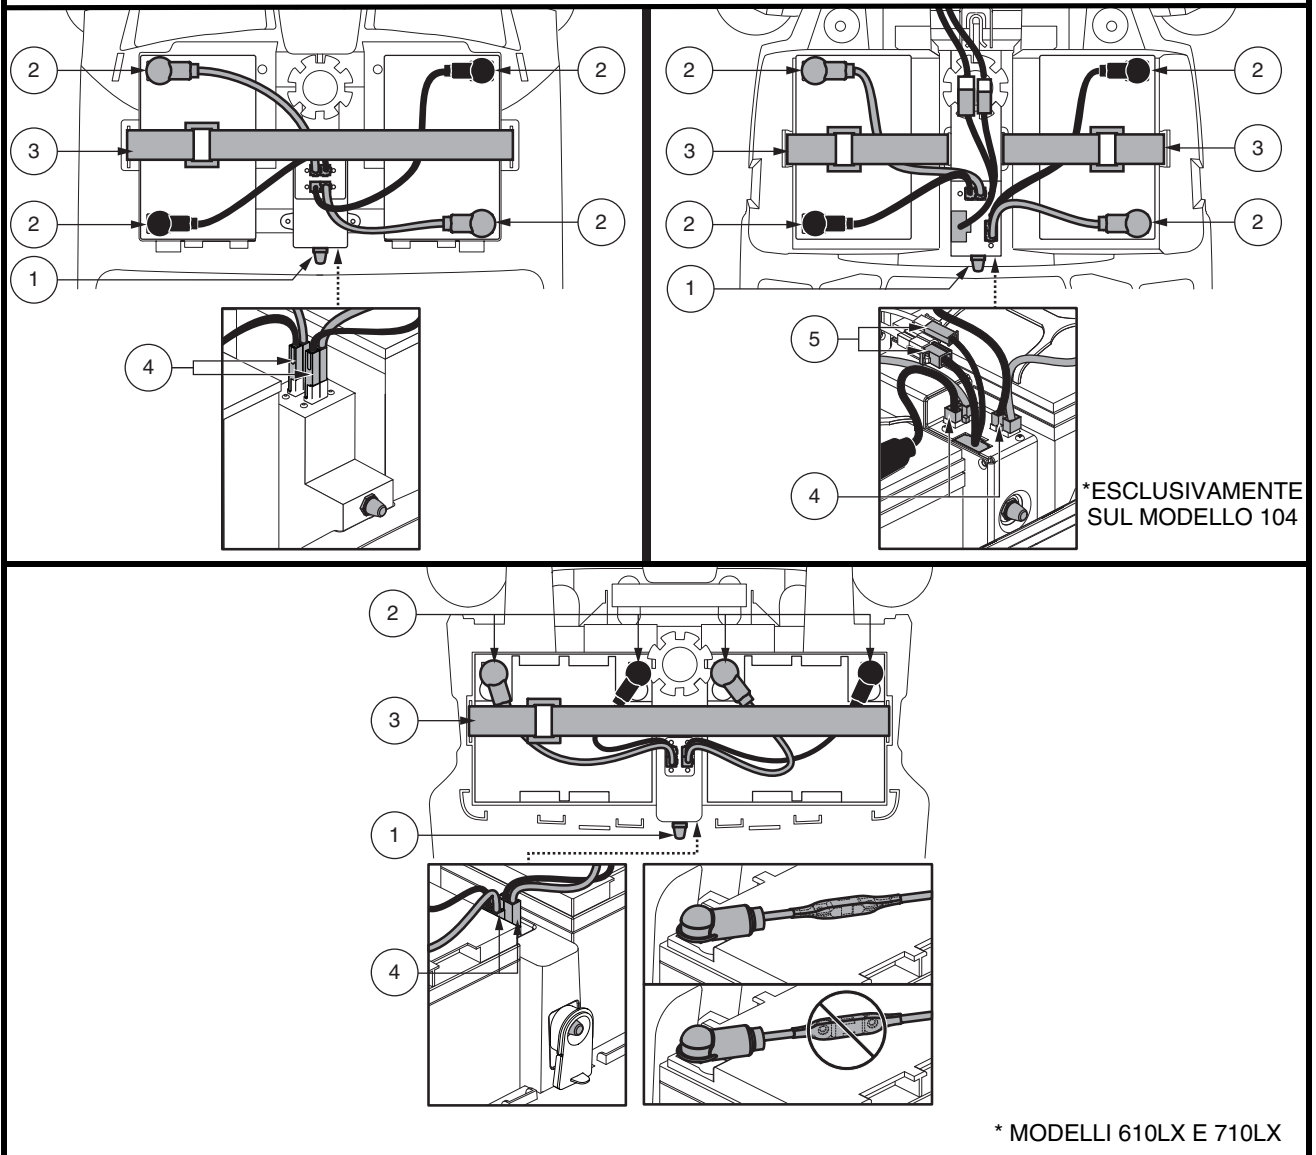

Figura 11. Terminali e connessioni per l'installazione/rimozione delle batterie
2. Scollegare la fascetta di fissaggio delle batterie. Vedere **figura 11**.
3. Scollegare il gruppo della batteria sollevandolo verso l'alto. Vedere **figura 11**.
6. Posizionare la batteria nuova nell'alloggiamento corrispondente. I terminali delle batterie devono essere rivolti verso il lato opposto del piantone del sedile. Vedere **figura 11**.